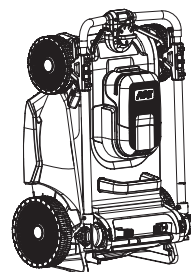

Fig. 27
- Depozitează mașina de tuns iarba în poziție orizontală sau verticală (fig. 27).